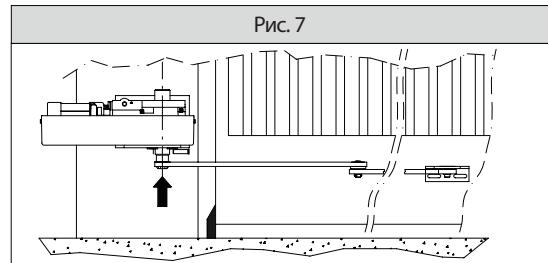

Рис. 8
- Правильное положение рычага привода показано на **рис.8**. Точка крепления к створке «A» может быть определена расположением кривого рычага в соответствии с размерами **рис.8**.